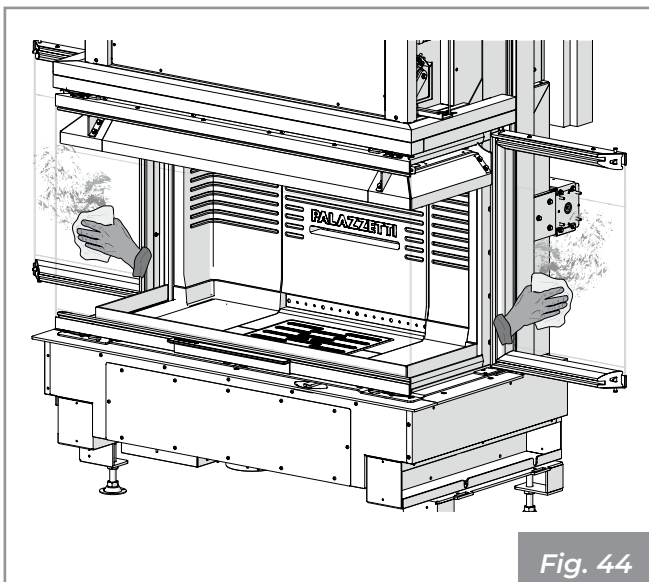

Fig. 44
- 3) Pulire il vetro con un panno umido o con della carta inumidita e passata nella cenere (Fig. 44). Si possono anche usare dei detergenti adatti per la pulizia dei forni da cucina.